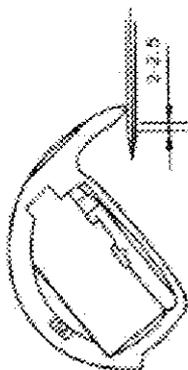

Рис. 4
2. Когда кончик крючка челночного устройства совпадает с осью иглы, он должен находиться на 2-2,5 мм выше игольного ушка (см. Рис. 4). Если игла находится слишком высоко, петля нити может быть унесена в сторону. Если игла находится слишком низко, челнок может достигать положения зацепления нити раньше, чем образуется нитяная петля. В этом случае петля повреждается и происходит обрыв нити.